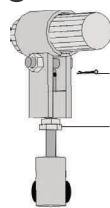

Figure 1
II. Montage de l'Agrès (six personnes minimum) (voir Fig. 1) :
- 1 - Emmancher au sol la tête de portique (1) et les montants hauts (2), puis les fixer à l'aide de la visserie (23) et (24).
- 2 - Enfiler le tendeur de câble (12) sur le montant bas (3).
- 3 - Emboîter les montants bas (3).
- 4 - Tendrer légèrement le câble de réglage en élasticité (14), puis fixer le tendeur (12) en serrant la vis (13) à l'aide de la clé fournie.
- 5 - Pour une hauteur réglementaire des anneaux de 2,80 mètres par rapport au sol, monter les fixations (21) + (23) en bas des montants (3) dans le 4° trou des coulisses (4) (3 trous apparents). Bloquer les fixations (21) + (23) sans excès.
- 6 - Monter les anneaux et leurs câbles (5) sur la tête (1) : visser chaque tourillon (8) comme indiqué sur le détail de la Figure 1, jusqu'à buter sur les contre-écrous (9), en prenant soin de ne pas modifier leur position (réglage d'usine), puis placer la goupille de sécurité (10).
- 7 - Mettre en place les pivots (19) dans leurs logements au sol, alignés sur le tracé ou placer le câble d'écartement (20) en bas des coulisses (4) en le bloquant à l'aide des fixations (25) + (23).